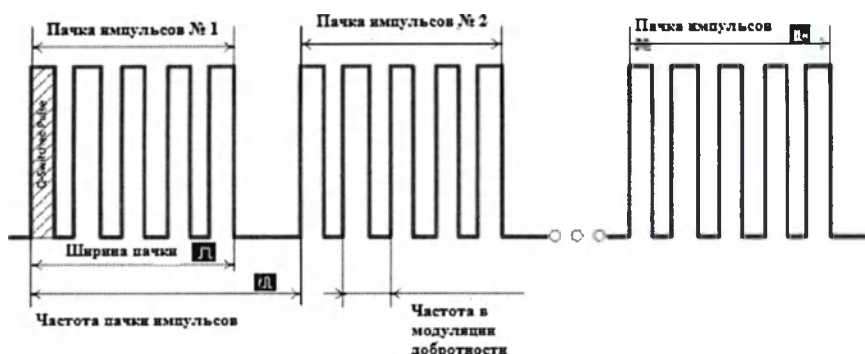

Рис. 5.26 – Диаграмма пачек импульсов
5.8.10.3 Диаграмма пачек импульсов представлена на рис. 5.26.